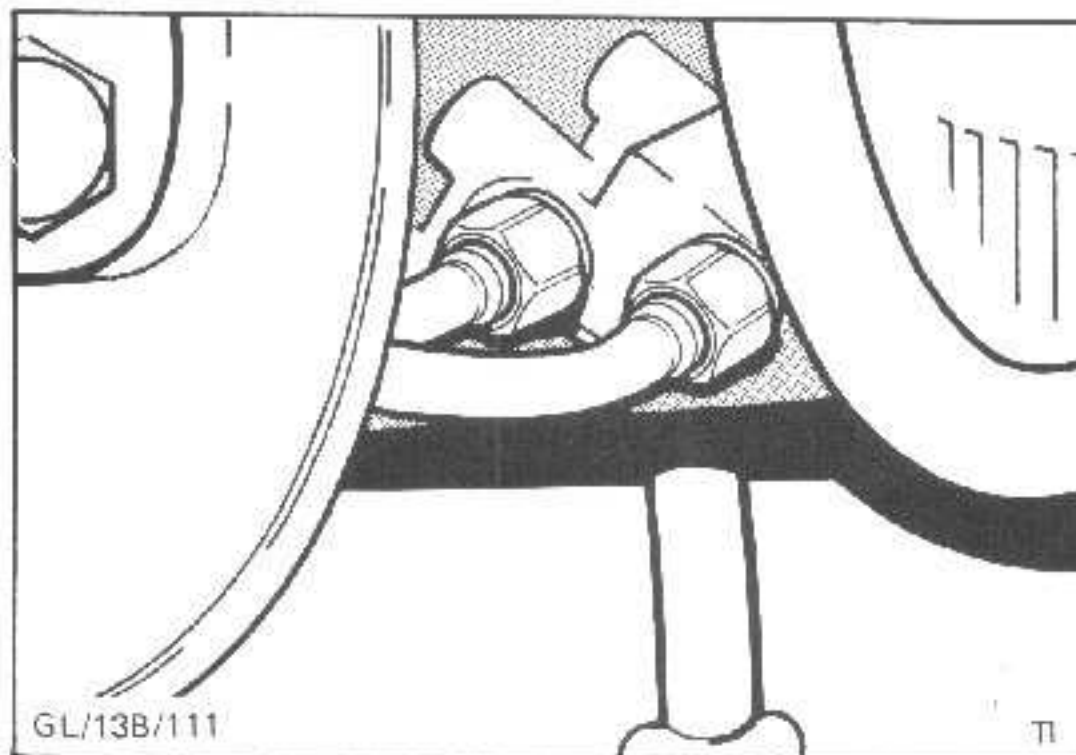

Abb.20 Anordnung der Ölleitungen
3. Druckleitung und Rücklaufleitung vom Steuer-ventil lösen, Abb.20, und Hydrauliköl ablassen.